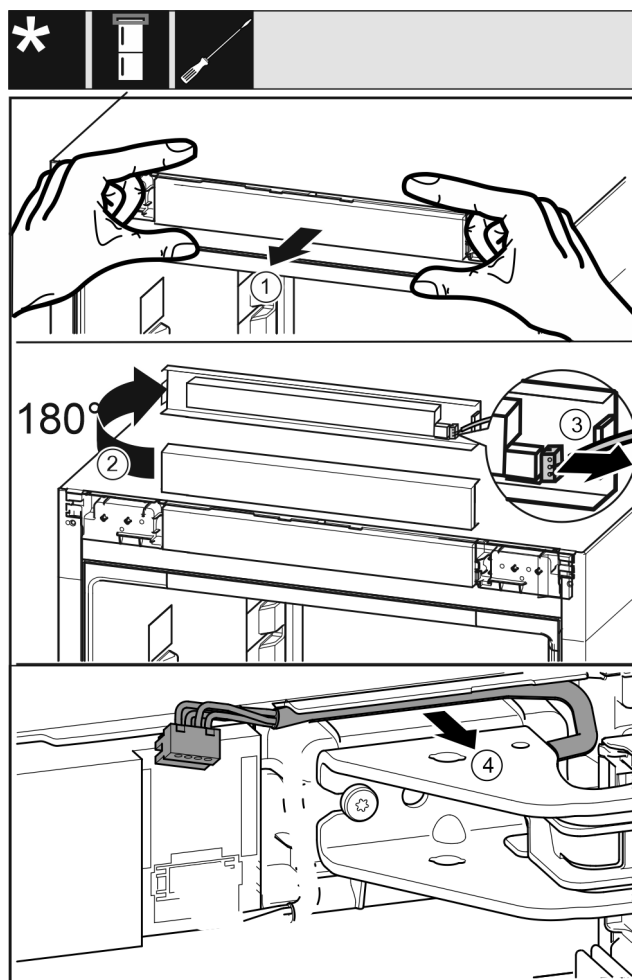

Fig. 18
- Desfaceți spre înainte cu precauție masca de operare Fig. 18 (1).
- Rotiți masca de operare Fig. 18 (2) în sus cu 180°.
- Apăsați ciocul de fixare Fig. 18 (3) spre înapoi și extrageți cu precauție fișa.
- Desfaceți cu precauție cablul Fig. 18 (4) deasupra suportului de lagăr din ghidaj.